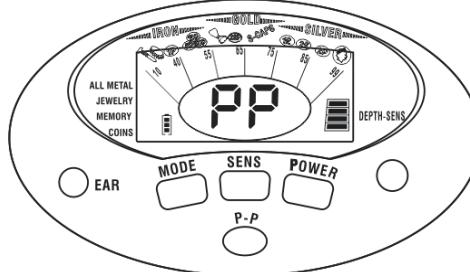

Fig.16
- a) Le curseur PINPOINT sera allumé et clignotera si vous touchez le bouton "PINPOINT". Le curseur PP n'arrête pas de clignoter jusqu'à ce que le détecteur soit complètement équilibré. Le curseur ID cible sur le curseur supérieur et le curseur de discrimination cible sur le curseur inférieur disparaîtront tous. Le curseur de profondeur sera à grande échelle et le détecteur émettra une légère mesure de fréquence unique (voir la figure 16).